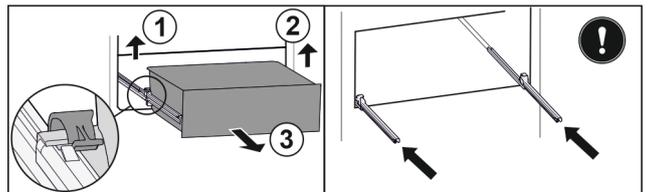

Fig. 127
- ▶ 提起左侧夹子，同时将抽屉左侧向前拉。 Fig. 127 (1)
- ▶ 提起右侧夹子，同时将抽屉右侧向前拉。 Fig. 127 (2)
- ▶ 朝前取出抽屉。 Fig. 127 (3)